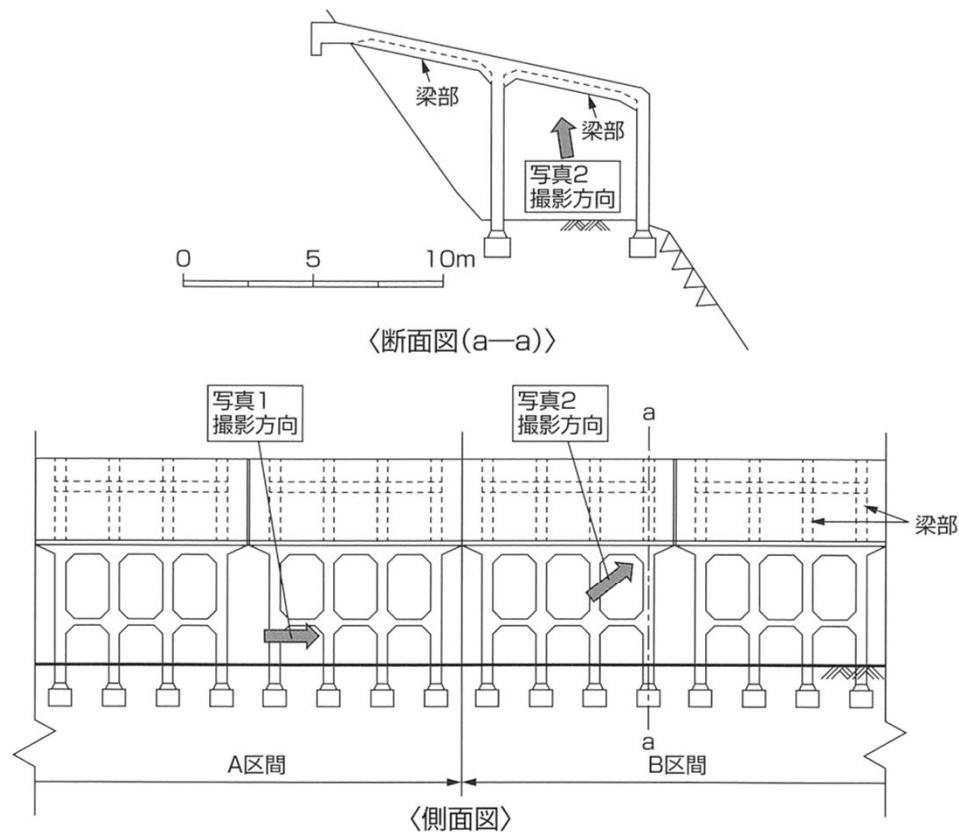

図1 スノーシェッドの断面図と側面図
写真1は、① 海岸沿いの鉄道上に設置されたスノーシェッドである。このスノーシェッドは別々の年代に建設されたA区間とB区間が連続している。その概要を表1に、断面図と側面図を図1に示す。